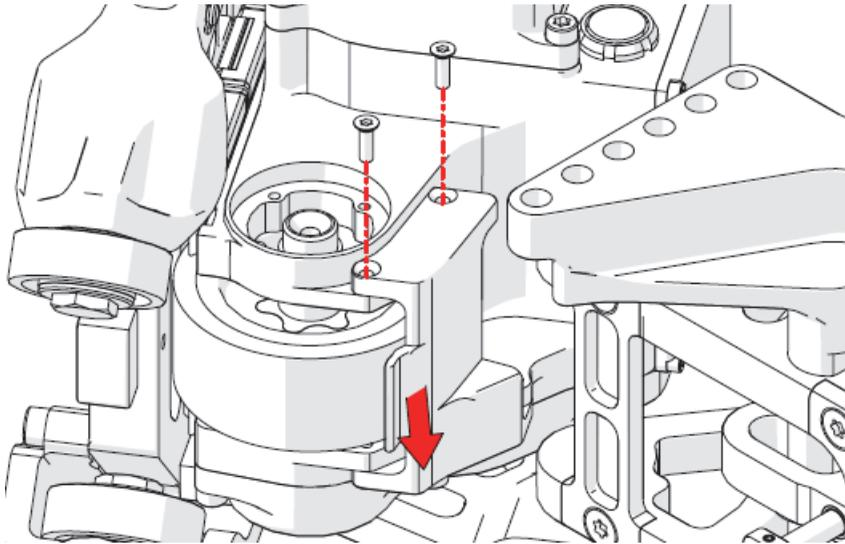

Figure 2-14 Retrait du protecteur de la roue motrice
16. À l'aide d'un tournevis Torx T10, dévissez les deux vis et retirez le protecteur de la roue motrice (Figure 2-14 à la page 101).